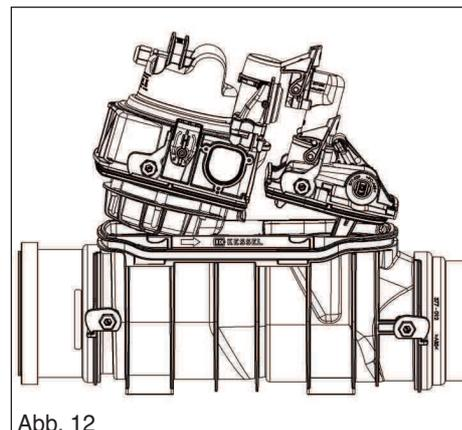

Abb. 12
4.2.1 Montage der beiden Deckel (siehe Abb. 12, 13, 14) Deckel je auf einer Seite einführen, die andere Seite nach unten drücken und mit Verriegelungshebeln verschliessen. Bei der Montage des Auslaufdeckels muss der rote Klappenhebel bzw. die Motorklappenstellung immer auf "ZU" stehen.